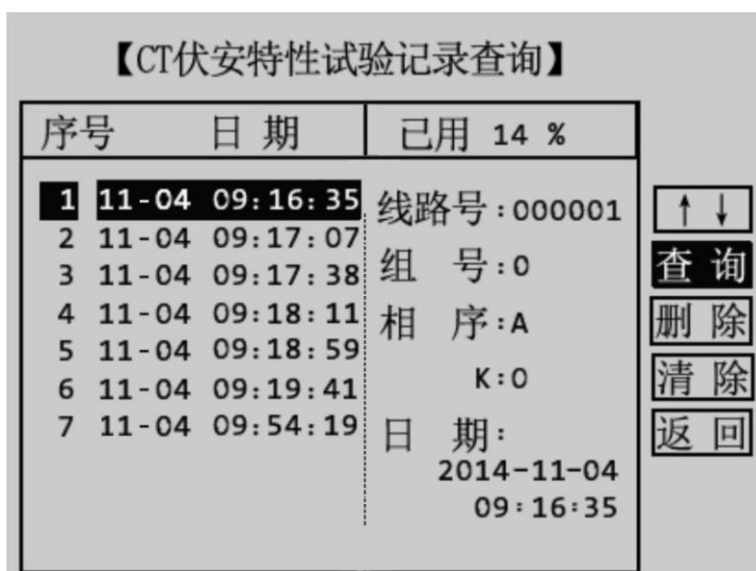

图 3.16 伏安特性历史数据操作界面
4. : 通过旋转鼠标将光标移动至 选项并按下, 进入已存储的数据序号选择界面, 如图 3.15 所示。通过旋转鼠标的左旋或者右旋, 用户可浏览每一组试验记录的序号, 并在右边显示该组试验记录的相关信息, 选定序号后再按下旋转鼠标, 该组试验记录的序号和日期部分反色, 光标回到右边的操作项上, 如图 3.16 所示。用户可选择查询、删除、清空数据。